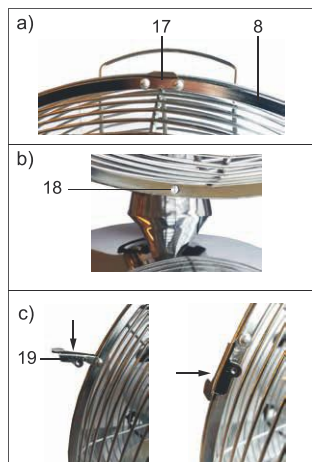

Fig. 139: Монтаж передней защитной решетки
18. Переместите переднюю защитную решетку (8) с подвеской (17) за край задней защитной решетки. Рис. 139 а).
19. Убедитесь в том, что два проема (18) внизу на раме обеих защитных решеток располагаются точно друг над другом. Рис. 139 б).
20. Установите четыре фиксирующих зажима (19), которые находятся по бокам передней защитной решетки, на рамы защитных решеток. Рис. 139 с).
21. Вставьте полупотайной винт с крестообразным шлицем (8а) через проемы (18) передней и задней защитной решетки.